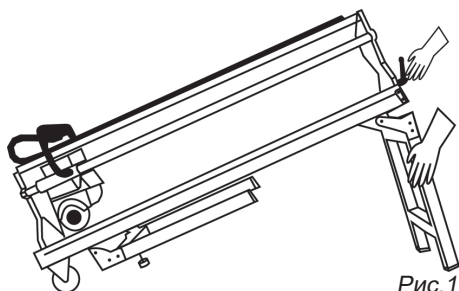

Рис.1
1. Поднимите станок, руки должны находиться снаружи станка и не попадать между опорой и корпусом стола. Двигатель должен быть зафиксирован или находиться в крайнем положении в противоположной стороне от места подъёма (рис. 1).